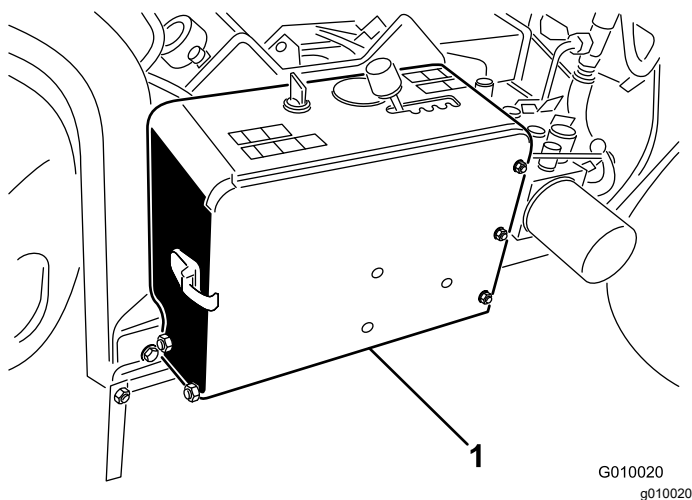

Figure 50
1. Déverrouillez et ouvrez le couvercle du compartiment de la batterie (Figure 50).